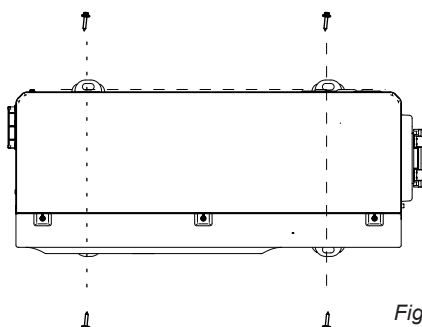

Fig. 4-3
4.1.1 Unité extérieure, voir Fig. 4-2, Fig. 4-3 et Tableau 4-1. (Unité : mm)